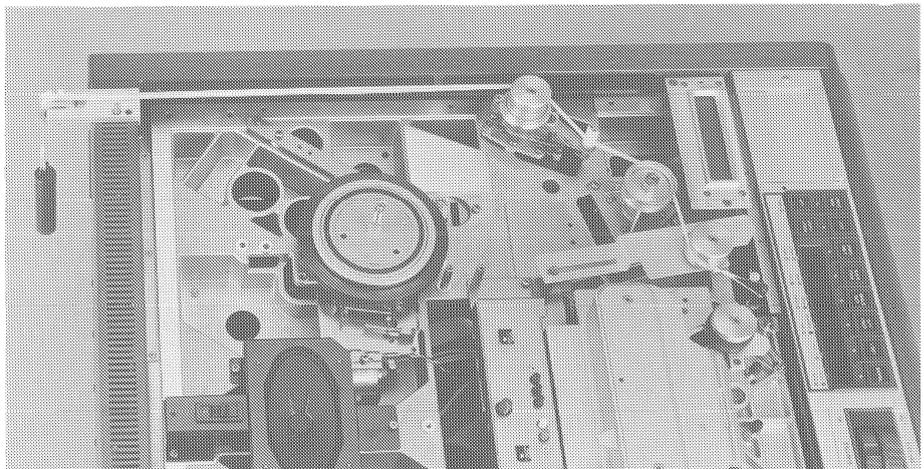

Fig. 21
- Band gemäss Fig. 21 einlegen.